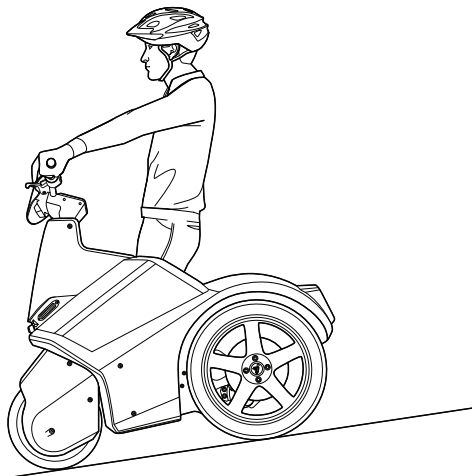

図 33: 下りでは体をやや後方に傾ける
1. SE-3 Patroller に搭乗します (図 33)。
5. ドライブモード (Q) に切り替えます。
- 斜面を下るときは、体をやや後方に傾けます (図 33)。